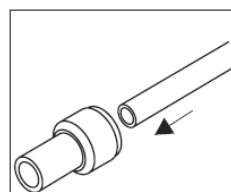

Fig. 4
- 1) Pousser le flexible de 1,5 cm dans le connecteur rapide (Fig.4).